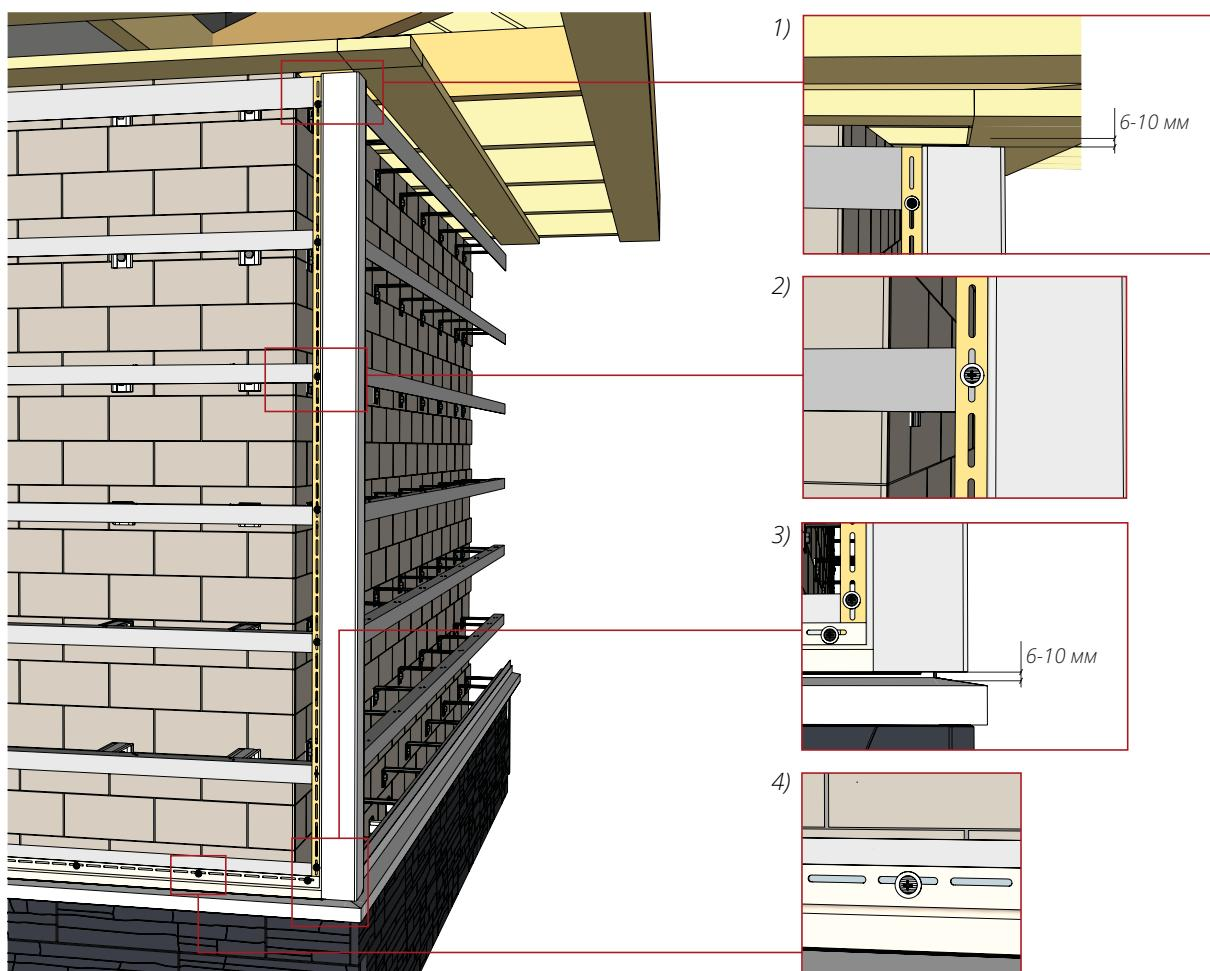

Рисунок 21
12.1 Смонтируете угол, вывесив его в верхней части, согласно пункту 6.4, соблюдая общие правила монтажа (рис. 21).
- 12.7** Смонтируете внутренний угол, состоящий из двух J-профилей, вывесив его в верхней части, согласно пункту 6.4, с соблюдением общих правил монтажа. Монтаж аналогичен наружному углу (рис. 21).